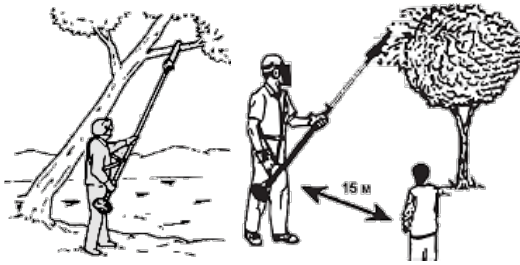

Рисунок 5
- Не допускайте присутності сторонніх людей і тварин у зоні проведення робіт (у радіусі 15 метрів) (див. Рисунок 5).